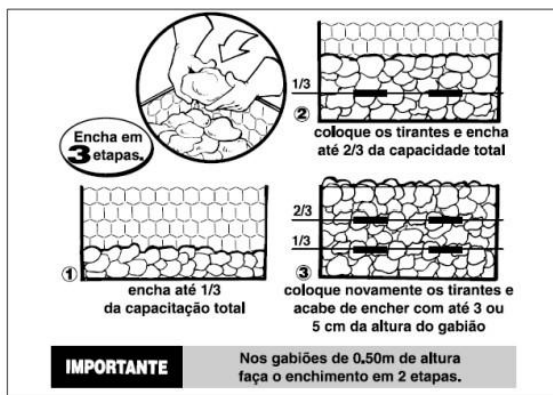

Figura 6: Enchimento de um gabião com 1,0 m de altura
1. Preencher a caixa até 1/3 de altura, (figura 6)